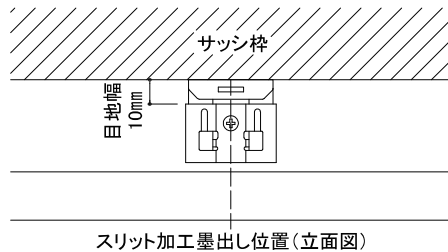

図6 採寸位置
- ジョイントカッターにニチハ外装用カッター(FX100A)をセットし、刃出し量を20mm程度、モエン裏面から6.5mmの位置に調節し、スリット加工部用留付金具Ⅱの取り付け位置毎にスリット加工を施してください。(図6、7参照)